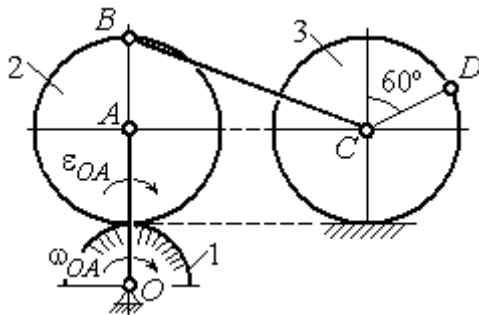

Рис. 2.19. Схема движения плоского механизма
**Задача 2.** В плоском механизме (рис. 2.19) кривошип  $OA$  вращается вокруг оси  $O$  с угловой скоростью  $\omega_{OA}$  и угловым ускорением  $\varepsilon_{OA}$ . Диск 2, шарнирно присоединённый к кривошипу в точке  $A$ , катится без проскальзывания по неподвижному диску 1.
$R_3 = R_2$ . Диск 3 катится без скольжения по горизонтальной поверхности, по прямой. Для положения механизма, изображенного на рис. 2.19, определить ускорение точки  $D$  и угловое ускорение стержня  $BC$ , если  $\omega_{OA} = 4 \text{ рад/с}$ ,  $\varepsilon_{OA} = 2 \text{ рад/с}^2$ ,  $R_1 = 4 \text{ см}$ ,  $R_2 = 8 \text{ см}$ . Длина стержня  $BC = 20 \text{ см}$ .